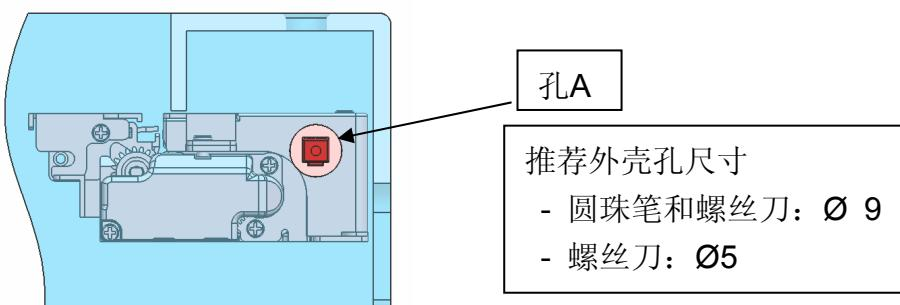

图12-2 建议外壳孔大小
- 在外壳使用细长的工具按下按钮，外壳外部的侧面如图12-2所示设有穿孔。